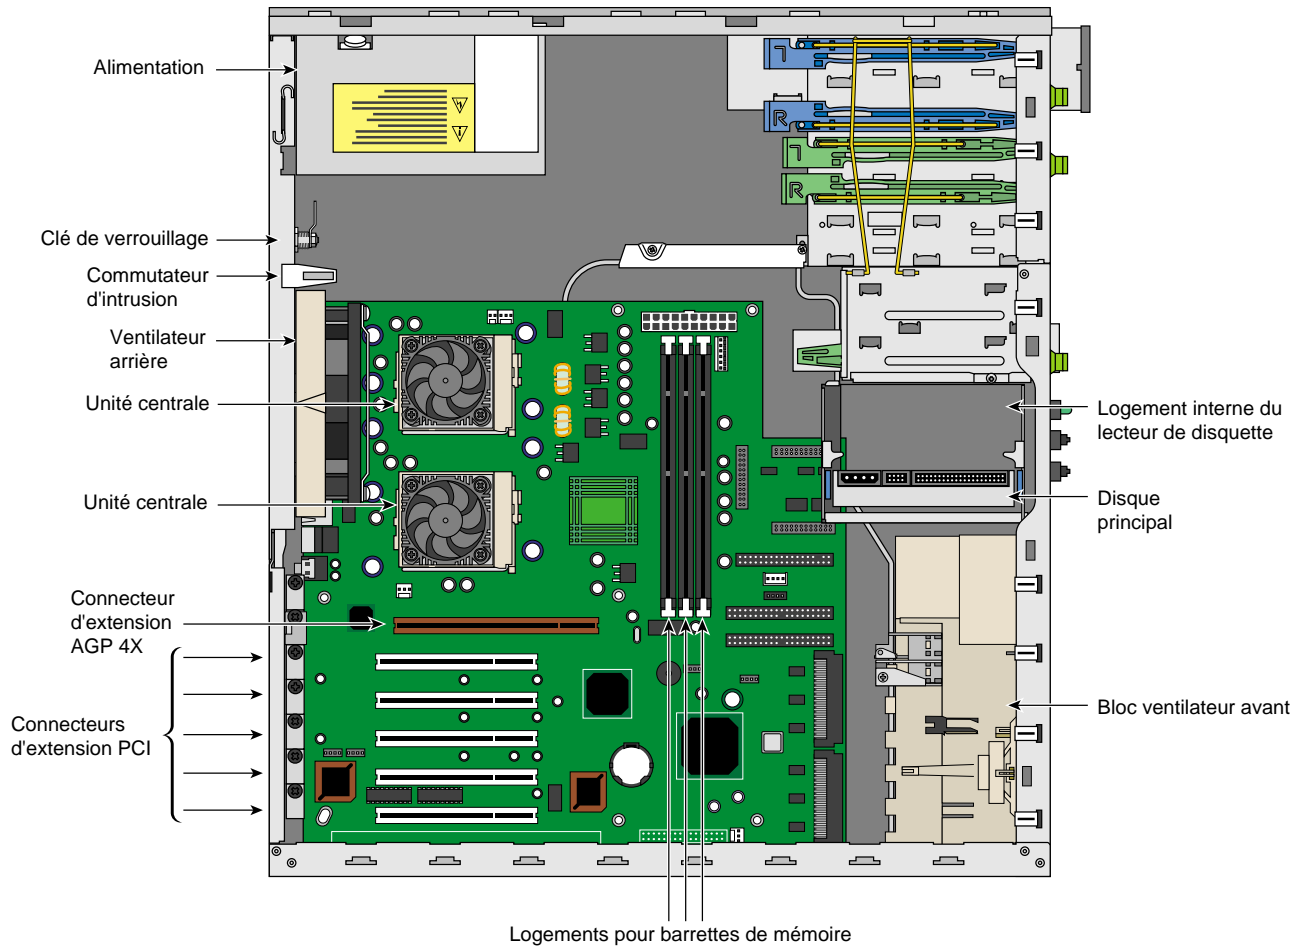

Figure 1-4 Structure interne
Cette partie décrit la position des composants principaux à l'intérieur du châssis du Silicon Graphics 330 Visual Workstation (voir Figure 1-4).
- Le Silicon Graphics 330 Visual Workstation est refroidi par trois ventilateurs : un ventilateur à l'avant et deux ventilateurs à l'arrière du système (voir Figure 1-4). Le ventilateur avant aspire l'air froid à l'intérieur du châssis, tandis que les deux ventilateurs arrière font sortir l'air chaud du châssis. Un des ventilateurs arrière se trouve sur le panneau arrière, tandis que l'autre est logé sur l'alimentation.